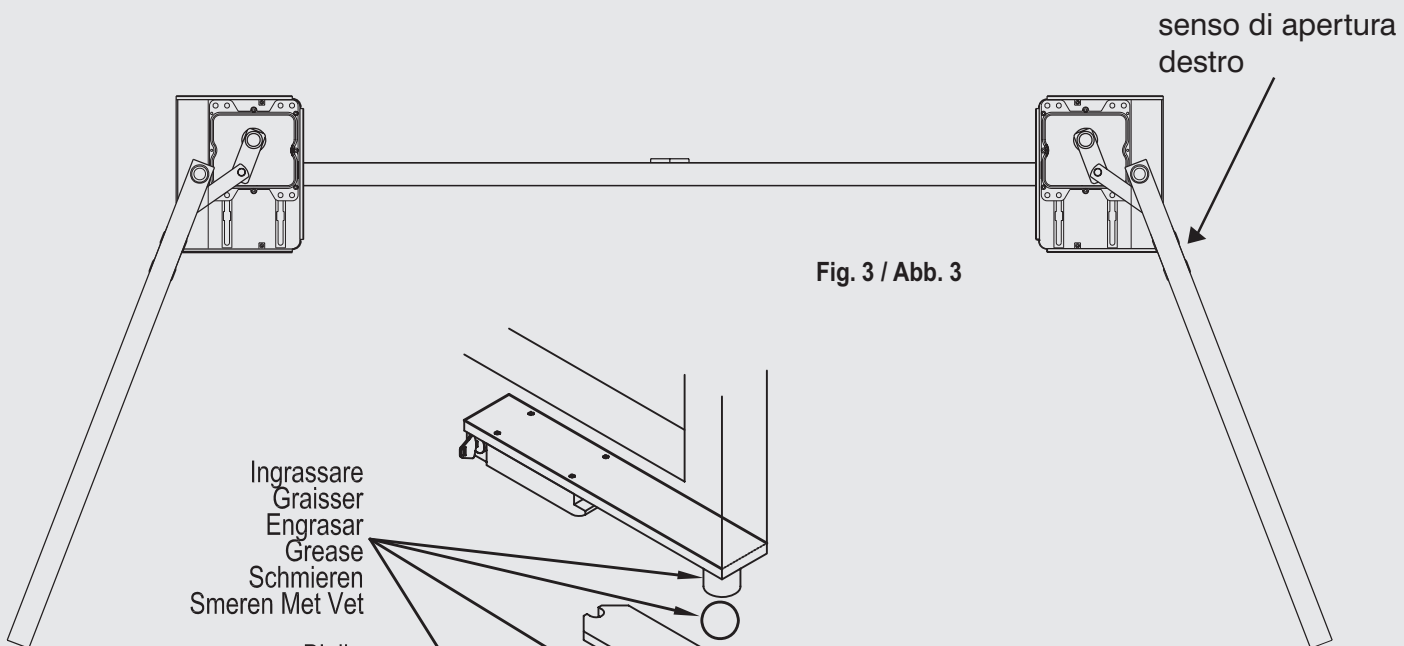

Fig. 3 / Abb. 3
2. Posizionare il motoriduttore nella cassa di fondazione, in funzione del senso di apertura dell'anta. Per senso di apertura destro si intende quando il motoriduttore viene montato alla destra della luce di passaggio (vista dall'interno). (fig. 3)
2. Positionner le moto-réducteur dans la caisse de fondation selon le sens d'ouverture du vantail. L'expression "côté droit d'ouverture" indique que le moto-réducteur est monté à droite de l'ouverture de passage (vue de l'intérieur). (fig. 3)
2. Colocar el motorreductor en la caja de cimentación, en función del sentido de apertura de la hoja. Por sentido de apertura derecho se entiende cuando el motorreductor se monta a la derecha del espacio para pasar (visto desde dentro). (fig. 3)